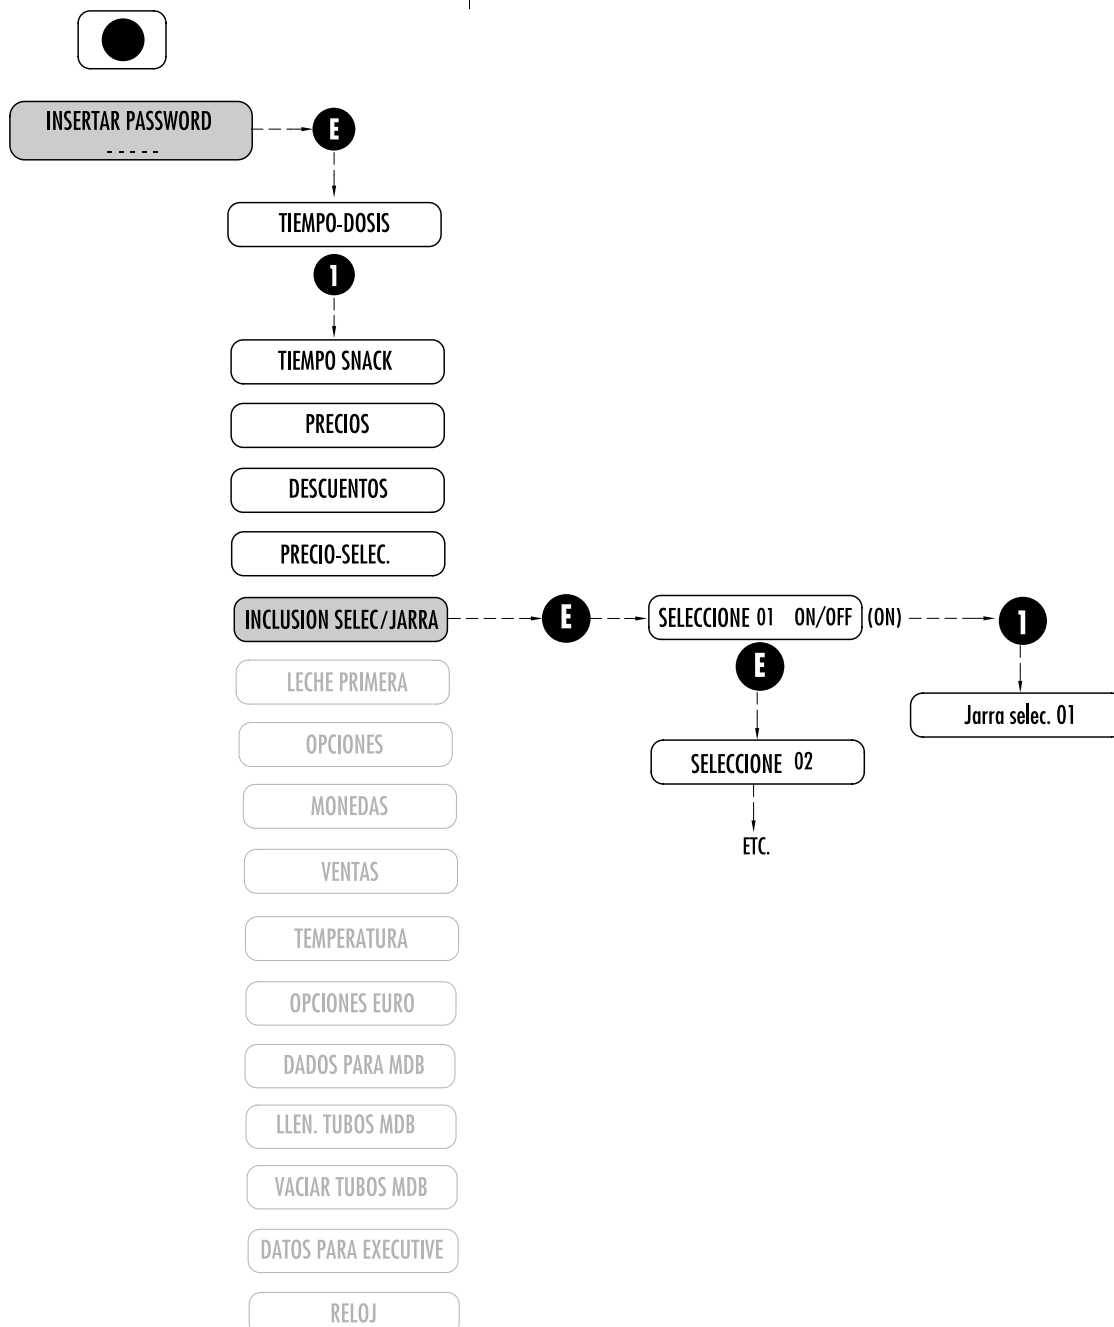

Fig. 7.9
7.2.6 INCLUSIÓN DE SEL/JARRA (Fig.7.9)